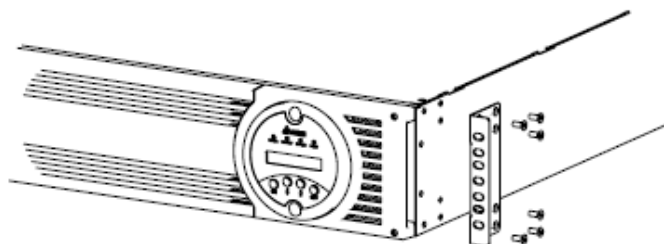

Рис. 1
1. Прикрепите монтажные скобы к боковым панелям ИБП. (Рис. 1).